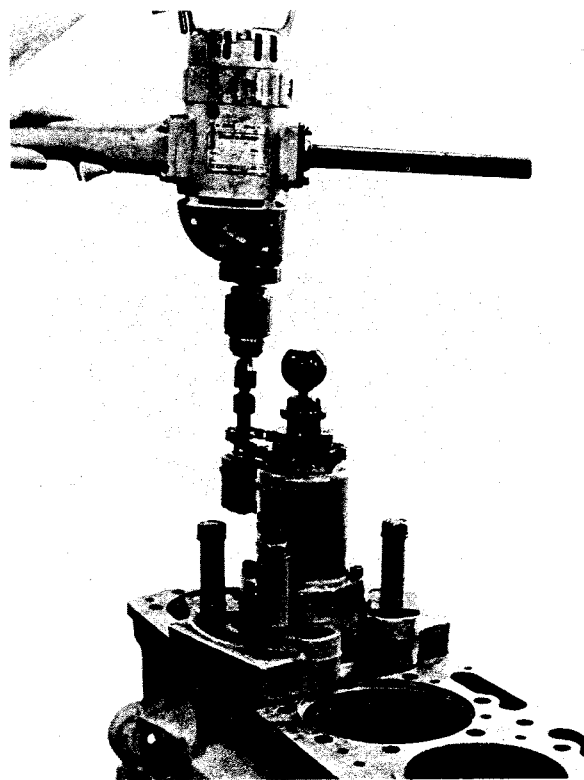

Fig. 1-30, (N101127). Rectificadora instalada.
10. Instale la herramienta en el abocardado. Baje la unidad dentro del abocardado con el anillo centrador ahusado suspendido del abocardado. Fig. 1-30.